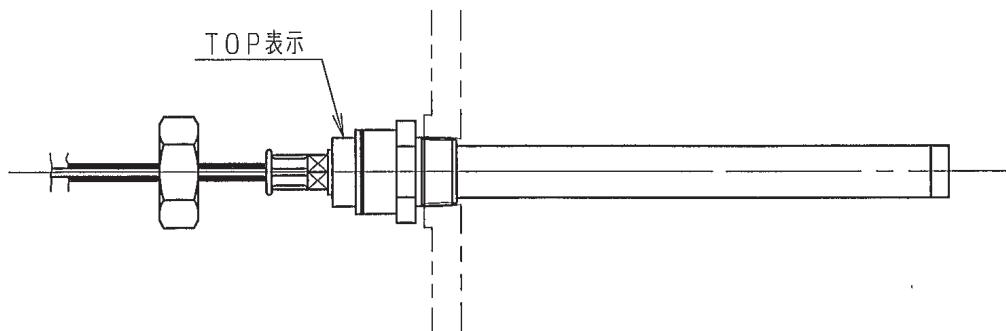

図2 感熱筒
の表示が上になるようにしてください(図2参照)。
- 3.8 感熱筒(19)・(22)の取付姿勢は水平か、あるいは先端が下向きになるようにし、必ずねじ込み継手部の「TOP」の表示が上になるようにしてください(図2参照)。